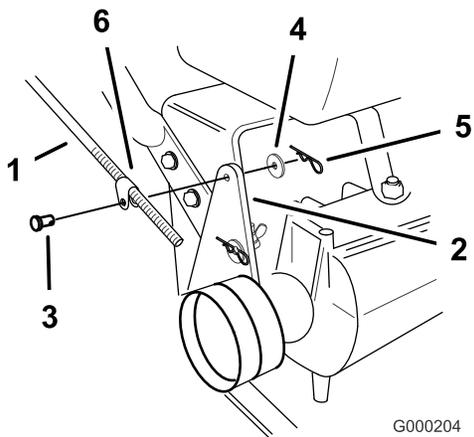

Figure 18
1. Retirez la goupille fendue, la rondelle et l'axe de chape qui fixent la tige de commande au support de la poulie de tension (Figure 18).